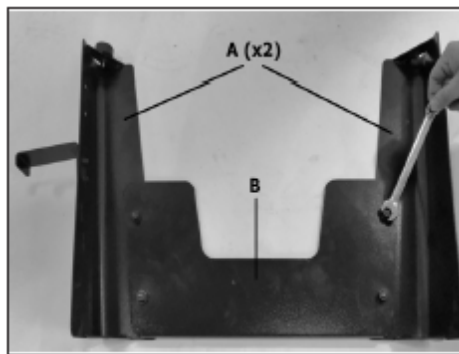

Рис. 4
1. Установить две ноги (рис. 4, А) и одну соединительную пластину (рис. 4, В) с помощью болтов М8х16 с квадратным подголовником, с плоской и пружинной шайбой на 8 мм и гаек М8. Тоже самое следует выполнить и с двумя другими ногами и одной соединительной пластиной.